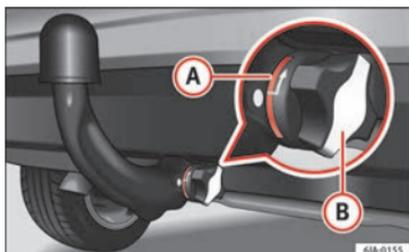

Fig. 199 La barra a testa sferica è fissata correttamente.
- Il settore rosso **A** » **fig. 199** sulla manopola è rivolto verso il settore bianco della barra a testa sferica.